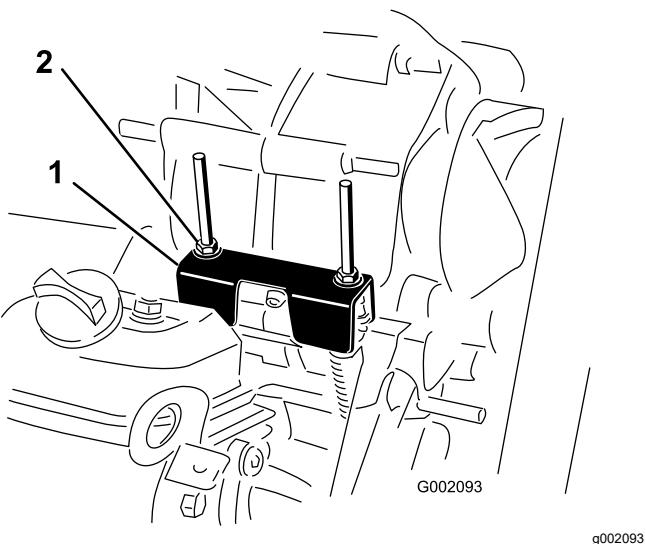

Figure 61
Lors des entretiens courants et/ou des diagnostics du moteur, vous devez placez la boîte-pont au POINT MORT (Figure 61). La position POINT MORT de l'inverseur de marche commande le point mort de la boîte-pont. Procédez comme suit pour vérifier que le point mort de l'inverseur de marche actionne correctement le point mort de la boîte-pont :
2. Vérifiez que la patte de réglage du point mort est à la position POINT MORT (au même niveau que le support de fixation du câble situé sous la patte d'inversion de marche) en tournant l'embrayage (Figure 61).
3. Tournez un des contre-écrous (Figure 61) pour obtenir un espace de 0,76 à 1,52 mm entre le bas de l'écrou/rondelle et la patte de réglage du point mort.